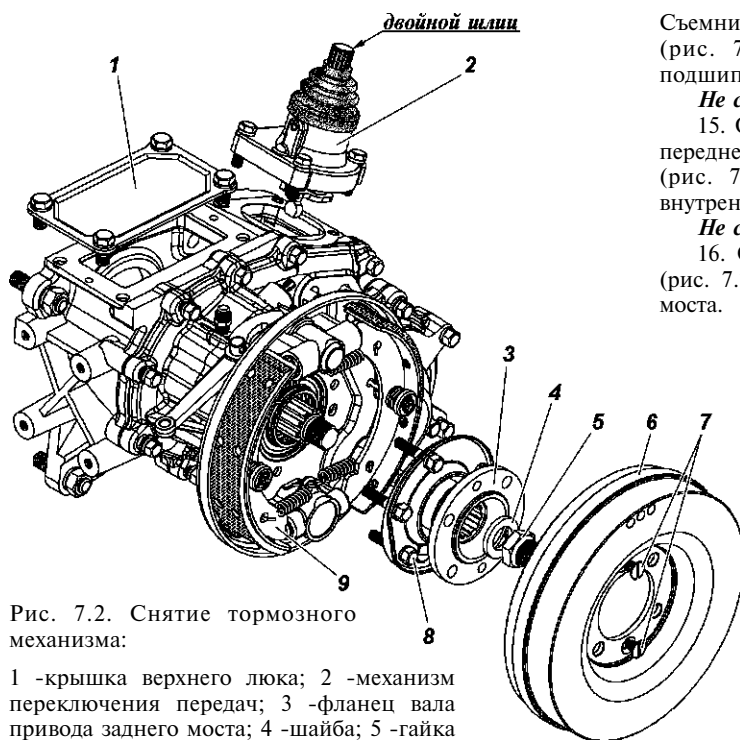

Рис. 7.2. Снятие тормозного механизма:
2. Отверните четыре болта и снимите крышку 1 (рис. 7.2) люка отбора мощности с прокладкой.